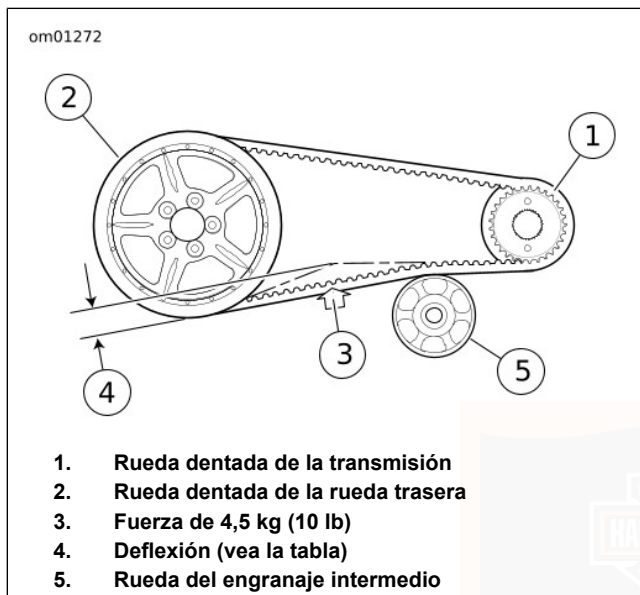

Figura 45. Medición de la deflexión de la correa: Modelo XR 1200
- a. Vea la Figura 45. En el modelo XR 1200, coloque el INDICADOR DE TENSION DE LA CORREA en el punto medio entre la rueda del engranaje intermedio y la rueda dentada trasera.